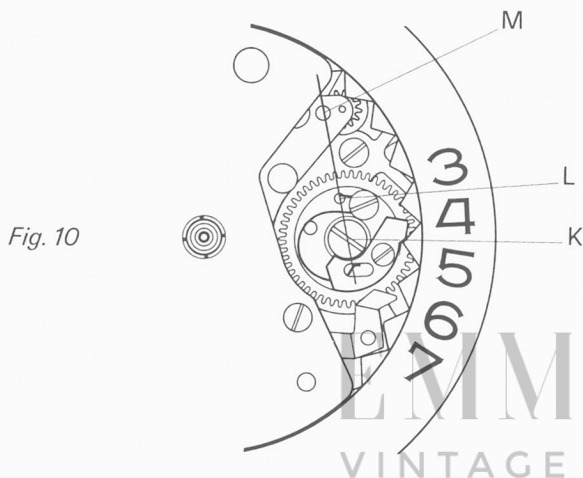
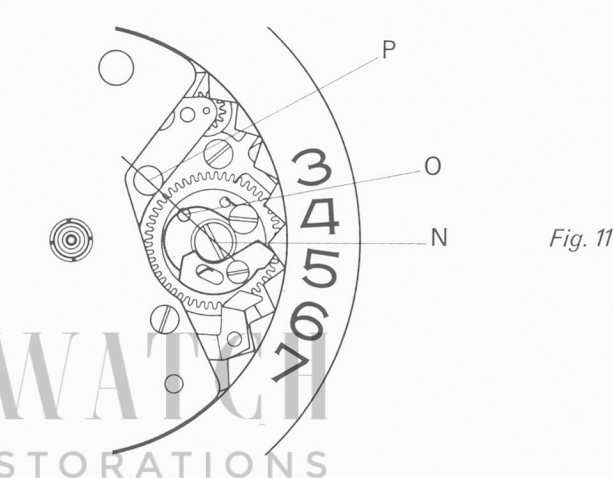

Fig. 10
Fig. 11
1. **Pour que le saut final de l'indicateur de quantième se fasse à minuit:** décaler la roue entraîneuse jusqu'à ce que son centre K, le trou de ressort L et le trou de vue M se trouvent sur une ligne droite (fig. 10). Remettre la vis.
2. **Pour que le saut final de l'indicateur de quantième se fasse à 1 h. 30:** décaler la roue entraîneuse jusqu'à ce que son centre N, le trou de repère O et la tête du tenon du renvoi double du quantième P se trouvent sur une ligne droite (fig. 11). Remettre la vis.
**To synchronize alarm and calendar operations:** Let down movement mainspring. Put alarm dial disc in place with the four notches in the corresponding slots. Put dial in place without tightening the dial screws, pull out the movement winding stem, turn counterclockwise until the alarm dial disc catches, and set the alarm indicator exactly at 12 o'clock. Push the movement winding stem. Remove dial and alarm dial disc. Loosen the screw of date indicator driving wheel (ref. 52556).
1. **To make the date indicator jump at midnight:** turn the date indicator driving wheel until its center K, the spring hole L and the view hole M are in a straight line (fig. 10). Tighten the screw.
2. **To make the date indicator jump at 1.30 a.m.:** turn the date indicator driving wheel until its center N, the marking hole O and the head of the double calendar setting wheel pin P are in a straight line (fig. 11). Tighten the screw.
Selon l'heure prévue pour le saut de l'indicateur de quantième, tourner par la tige de remontoir mouvement le quantième jusqu'à ce que la roue entraîneuse de quantième se trouve dans la position fig. 10 ou fig. 11. Poser le disque-cadran de sonnerie, l'index visant 12 h. Poser le cadran. Faire sonner à 12 h. Poser les aiguilles sur 12 h. Avant de les chasser, contrôler le déclenchement de sonnerie et le saut du quantième. Le saut final de l'indicateur doit avoir lieu entre 24 h. et 0 h. 20 resp. 1 h. 15 et 1 h. 45.
According the desired time for the date indicator to jump, turn the calendar by the movement stem until the date indicator driving wheel is in the position shown either on fig. 10 or on fig. 11. Put the alarm dial disc in place with the index at 12 o'clock. Put the dial in place. Make it ring at 12 o'clock. Put the hands in place and, before tightening them, check accuracy of alarm ringing and date jump. The date jump must occur between midnight and 0.20 a.m. or 1.15 and 1.45 a.m.